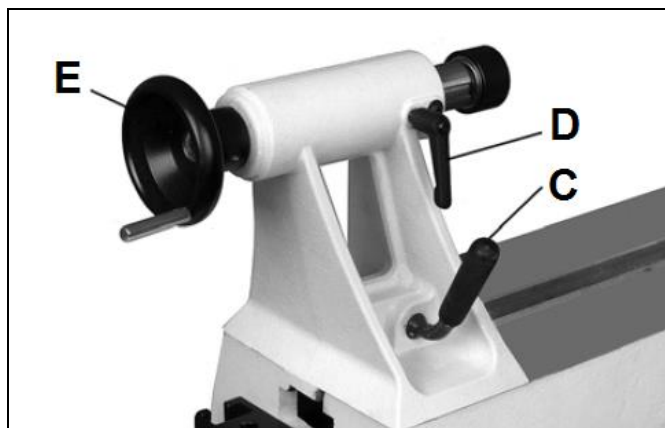

Fig 29
Tourner le volant (E, Fig. 29) dans le sens des aiguilles d'une montre pour sortir le fourreau et bloquer le levier de serrage (D).